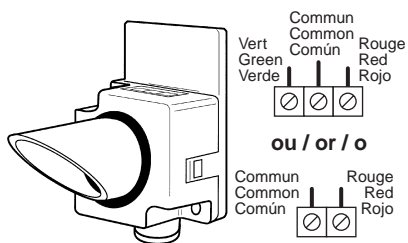

Fig. 7
□ soit un boîtier extérieur standard (fig. 7), fixation murale par 2 vis Ø 4 mm,